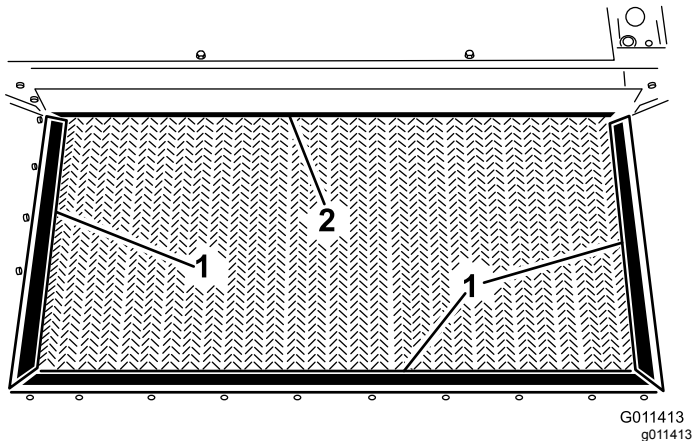

**Bild 27**
3. Stellen Sie sicher, dass der Abstand in der Mitte zwischen den Förderbandrollenwellen (Bild 27)